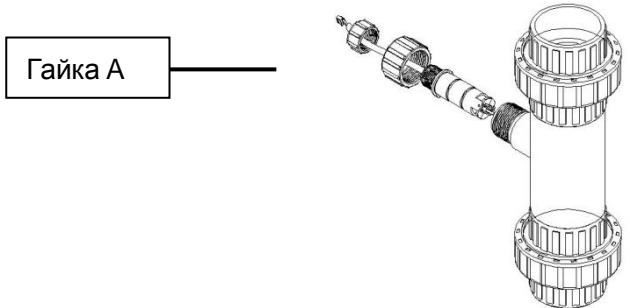

Рисунок 5. Установка зонда расходомера.
- Б. Если расходомер прекратил измерение, но измеряемая жидкость по прежнему течет, следует проверить режим работы зонда онлайн. Открутите гайку А (см. рис. 5), и проверьте рабочее состояние диода на задней стороне зонда. Если диод постоянно горит или постоянно выключен, это говорит о том, что рабочее колесо в трубе прекратило вращение. В этом случае, следует прекратить подачу воды, сбросить давление и слить воду в трубопроводе, чтобы проверить - нет ли посторонних веществ, задерживающих рабочее колесо. После очистки вручную проверьте вращение колеса и работу диода. При нормальной работе, установите зонд обратно и продолжите эксплуатацию.